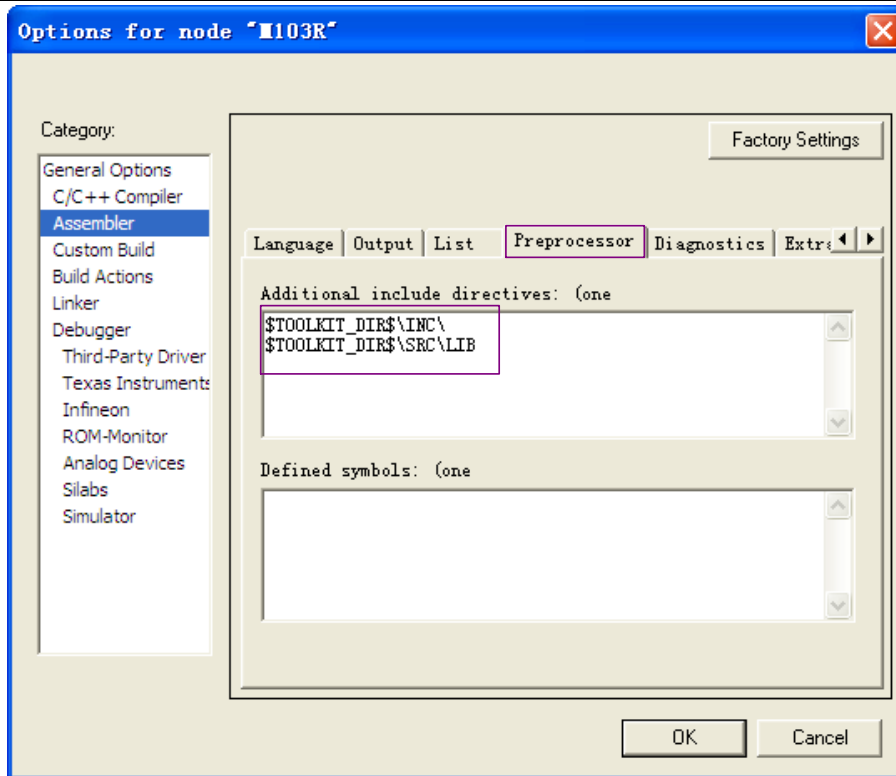

图 6 Assembler->Preprocessor 选项卡设置
5.4 如图 6 所示进行 **Assembler->PreProcessor** 选项卡设置;